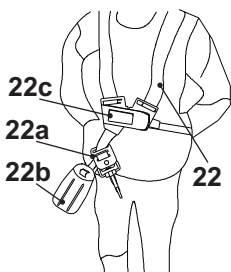

Fig. 13
1. Ajustez la position du manchon de suspension (12) si nécessaire. Assurez-vous qu'il est bien fixé sur la barre supérieure (9) avant de l'utiliser.
2. Placez le harnais (22) de manière à ce que
- les ceintures doivent être tendues de manière à ce que la charge soit répartie uniformément entre les deux épaules (Figs. 13, 14).